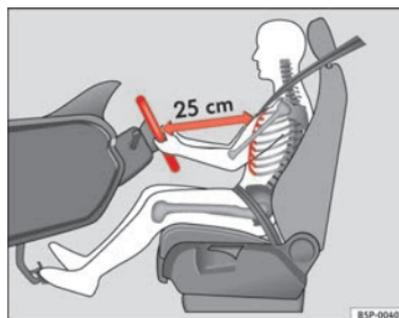

Fig. 135 Posizione corretta sul sedile di guida
- Posizionare il volante nel modo desiderato ⇒ fig. 135.
- Regolare il sedile del conducente o la posizione del volante in modo tale che la distanza tra il volante stesso e lo sterno del conducente sia di almeno 25 cm ⇒ pag. 176, fig. 135. Se la distanza minima non viene rispettata, l'efficacia del sistema degli airbag si riduce, con gravi rischi per l'incolumità delle persone (non escluso quello di morte).